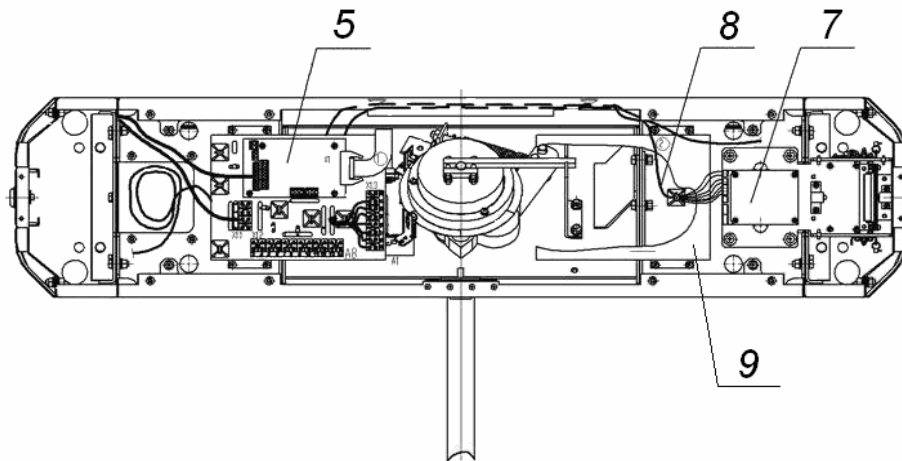
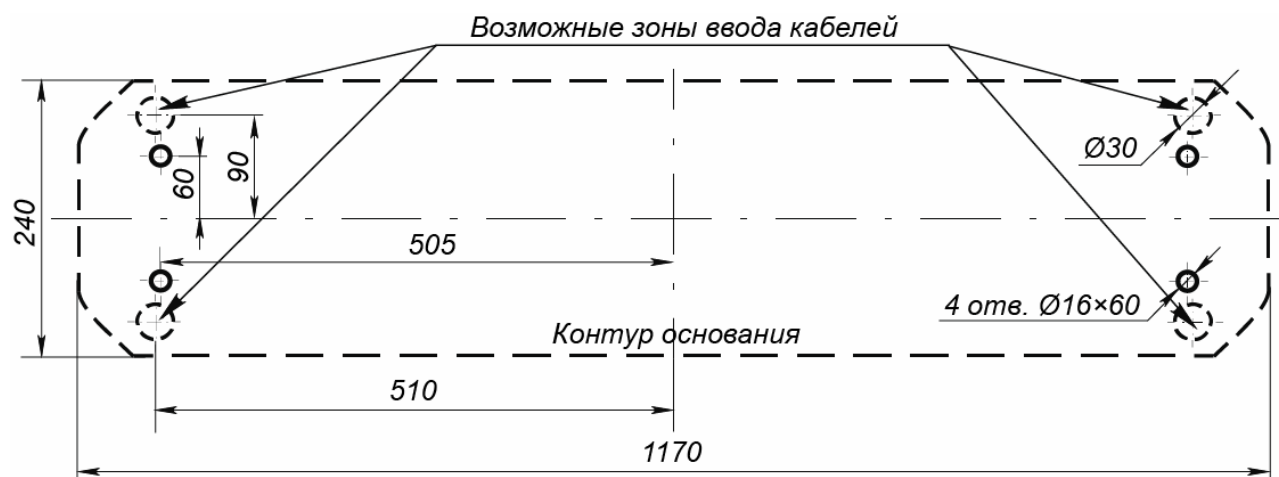
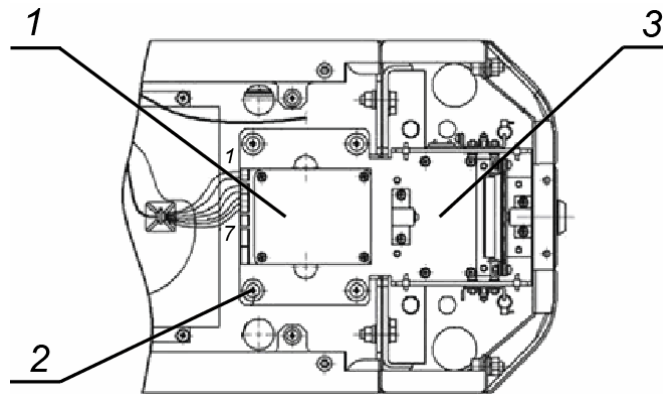

Рисунок 13 Схема прокладки кабелей в стойке турникета
Рисунок 14 Схема разметки для установки стойки турникета
Рисунок 15 Механизм картоприемника
- 2 Подготовьте в полу отверстия под гильзы анкеров для крепления стойки турникета согласно схеме, приведенной на рис. 14. При необходимости прокладки кабелей под поверхностью пола подготовьте в полу кабельный канал, подходящий к зоне ввода этих кабелей в стойку турникета. Установку и крепление стойки производите после прокладки всех кабелей в кабельном канале и внутри стойки. Прокладка кабелей внутри стойки показана на рис. 13.
Для переустановки механизма картоприемника (3, рис. 15) на противоположную сторону, т.е. на сторону считывателя №2 (см. рис. 13), необходимо выполнить следующие действия (номера позиций даны в соответствии с рис. 2.):
- 1 Снимите крышку (3) в порядке, указанном в разд. 6;
- 2 Извлеките контейнер картоприемника (12), открыв замок (13) (см. п. 9.4);
- 3 Извлеките заглушку (14) с противоположной стороны, открыв замок (15);
- 4 Демонтируйте торцовые крышки (9, 10); каждая крышка крепится двумя винтами M4x16 и двумя шурупами Ø4,2x19 снизу со стороны контейнера (12)
- или заглушки (14); кабели считывателей, находящихся внутри торцовых крышек, не отсоединяйте;
- 6 Демонтируйте заглушку (11) из торцовой крышки (9) и установите ее в торцовую крышку (10); заглушка крепится двумя шурупами Ø2,9x9,5;
- 7 Отсоедините кабель картоприемника (8, рис. 13) со стороны платы картоприемника;
- 8 Демонтируйте механизм картоприемника (поз.3, рис. 15, – крепится четырьмя винтами M5x20, поз. 2, рис. 15) и установите его на противоположную сторону турникета, закрепив на аналогичное место этими же винтами;
- 9 Переложите кабель картоприемника (8, рис. 13) на сторону считывателя №1. Для фиксации кабеля используйте самоклеющиеся площадки и неоткрывающиеся стяжки входящие в комплект поставки;
Конструкцией турникета предусмотрена возможность установки платы контроллера СКУД внутрь корпуса турникета. Установка платы осуществляется на кронштейн (поз. 9, см. рис. 13). Максимальный допустимый размер устанавливаемой платы контроллера 160x150x35 мм.